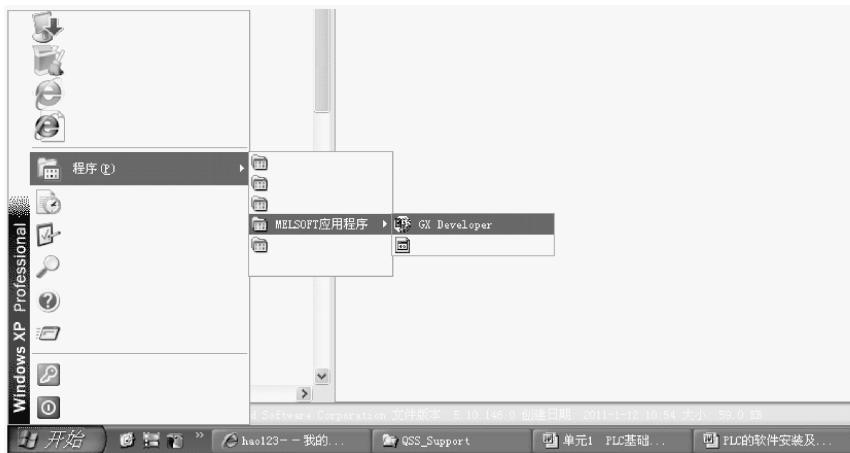
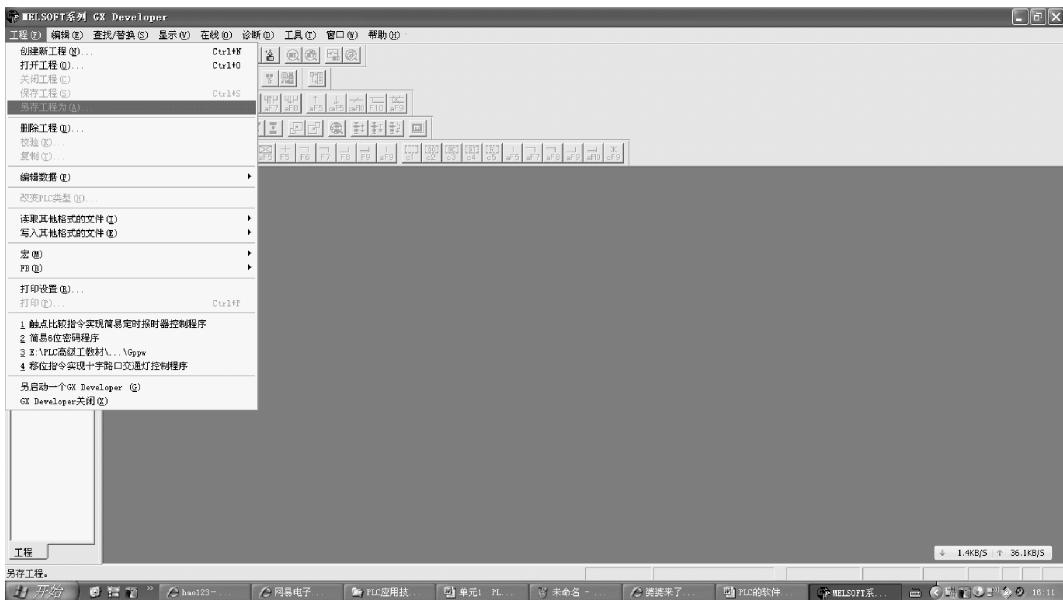

图 2-23 系统启动画面
图 2-24 打开的 GX Developer 窗口
启动 GX Developer 软件，可用鼠标单击桌面的“开始”→“程序”→“MELSOFT 应用程序”→“GX Developer”选项，如图 2-23 所示。然后用鼠标单击  GX Developer 选项，就会打开 GX Developer 窗口，如图 2-24 所示。若要退出系统，可用鼠标选取“工程”菜单下的“关闭”命令，即可退出 GX Developer。
在图 2-24 的 GX Developer 窗口中, 选择“工程”→“创建新工程”菜单命令, 或者按“Ctrl”+“N”键操作, 在出现的创建新工程对话框的 PLC 系列中选择“FXCPU”, PLC 类型选择“FX2N (C)”, 程序类型选择“梯形图逻辑”, 如图 2-25 所示。单击“确定”按钮, 可显示如图 2-26 所示的编程窗口; 如果单击“取消”按钮, 则不建新工程。